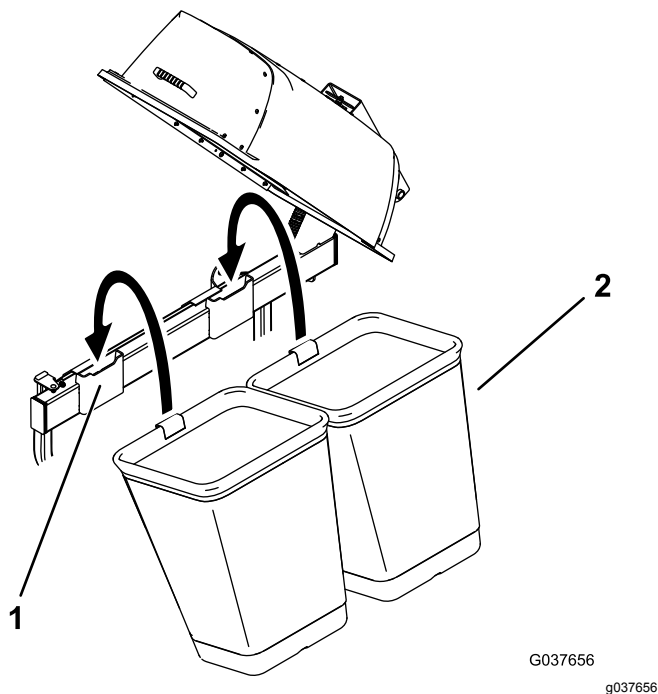

Bild 18
2. Setzen Sie die Grasfangkörbe auf die Befestigungen für die Fangkörbe (**Bild 18**).